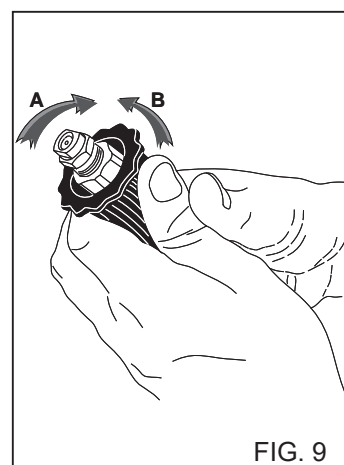

FIG. 9
#### UTILIZAÇÃO DA CABEÇA REGULÁVEL (fig. 9).
2) Ligue a máquina de lavar, active o comando de sucção do detergente colocado na lança (fig.9) e espalhe a solução sobre a superfície a lavar de baixo para cima. Deixe agir por alguns minutos.